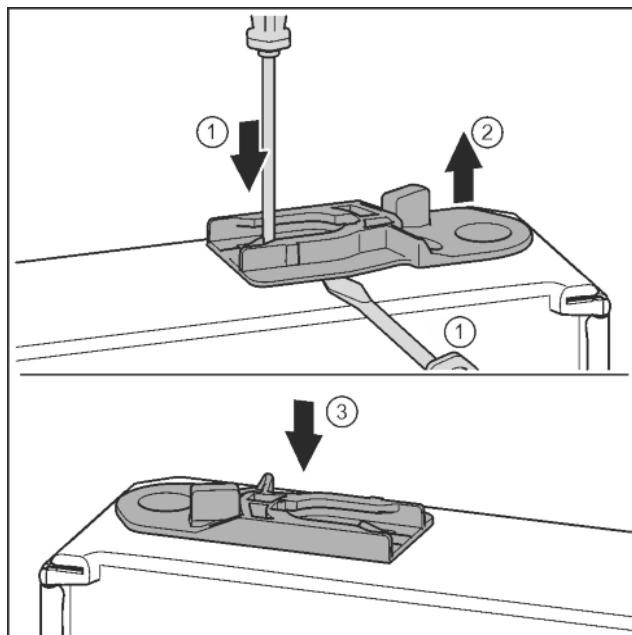

Fig. 31
- Витягніть направляюче гніздо: Натисніть шліцевою викруткою накладку і одночасно підведіть її під направляюче гніздо. *Fig. 31 (1, 2)*
- Направляюче гніздо, що входить до складу поставки, вставити з іншого боку корпуса. *Fig. 31 (3)*